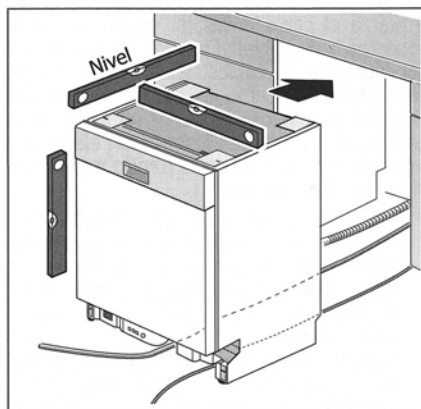

Figura 11
- Enderece la línea de suministro de agua caliente y el cable eléctrico (vea la Figura 11).